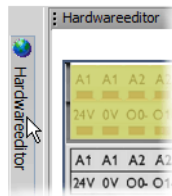

Bild 5-7 Öffnen des Hardware-Editors bei aktivierter Auto-Hide-Funktion
1. Zeigen Sie den Hardware-Editor (Menü „Ansicht“, Befehl „Hardware-Editor“) und die Toolbox an (Menü „Ansicht“, Befehl „Toolbox“). Falls die Auto-Hide-Funktion aktiviert ist, setzen Sie den Mauszeiger auf das minimierte Fenster, wie in Bild 5-7 für den Hardware-Editor gezeigt.
1. Zeigen Sie die Toolbox an (Menü „Ansicht, Toolbox“). Falls die Auto-Hide-Funktion aktiviert ist, setzen Sie den Mauszeiger auf das minimierte Fenster, wie in Bild 5-7 für den Hardware-Editor gezeigt.